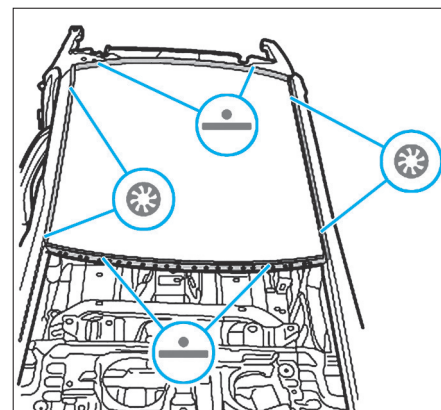

FIG. 28
- Souder le pavillon, soudure par points en ligne droite (Fig.28).